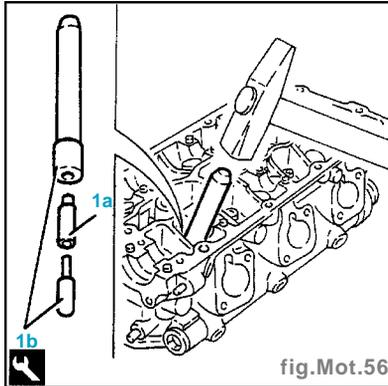

fig.Mot.56
- Vérifier que le diamètre des paliers des arbres à cames est compris entre les valeurs prescrites ; en cas contraire, remplacer la culasse (2) :
- Monter les guides-soupapes (1a) à l'aide de l'outil (1b) (fig.Mot. 56).